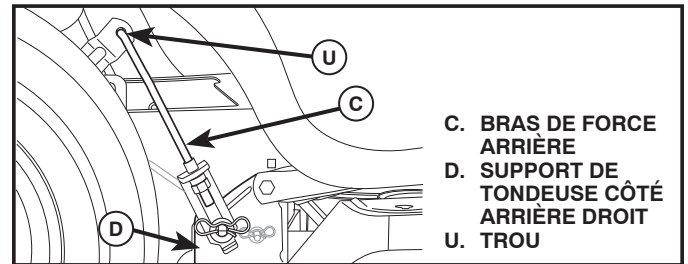

Fig. 13
7. ATTACHER LES BRAS DE FORCE ARRIÈRE (C) (Voir la Fig. 13)
- Insérer l'extrémité de la tige du bras de force arrière (C) dans le trou (U) du bras de suspension d'arbre et pivoter le bras vers le bas de la tondeuse.
- Lever le coin arrière de la tondeuse et placer la fente dans le bras sur la goupille sur le support arrière de la tondeuse (D) et fixer avec une grande rondelle et un grand ressort de retenue.